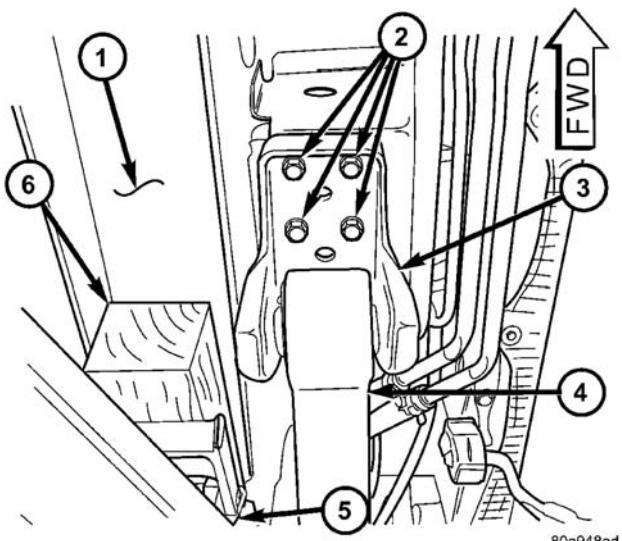
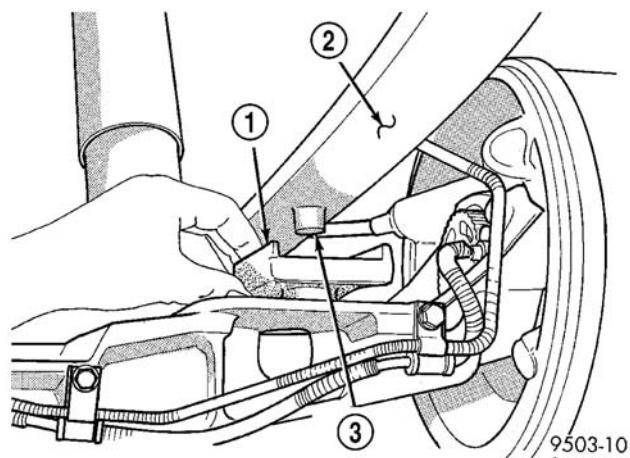

图 31 举升部位和板簧支座
图 36 板簧定位柱
(a) 用需要维修的车辆一角的举升臂抵住放在车身底框梁上面的木块，如图所示 (图 31)。
(8) 松开并卸下将板簧前支座固定到车辆上的 4 个螺栓 (图 31)。
- (2) 抬起板簧的前部, 安装 4 个固定螺栓 (图 31)。紧固螺栓至 $61 \text{ N}\cdot\text{m}$ (45 ft.lbs.) 的扭矩。
- (3) 将板簧后端装至后簧吊架。安装吊耳夹板。不要紧固。
- (4) 检查下板簧减震垫是否入位。
- (5) 将桥抬高到板簧上的正确位置, 车桥中置于板簧定位柱下 (图 36)。